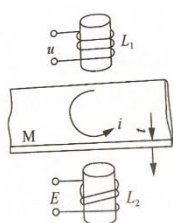

图 4.34 低频透射型涡流式传感器工作原理示意
19. 教材图 4.34 所示的低频透射式涡流传感器测金属板厚的原理是什么？有何特点？测量范围（量程）与哪些主要因素有关？怎么增大板厚测量范围？